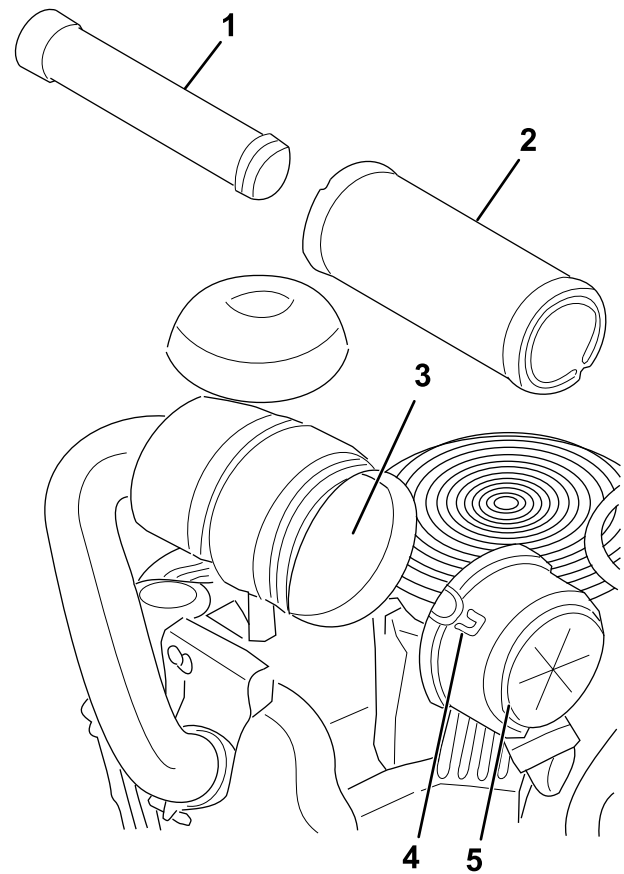

Figura 35
3. Abra los cierres del limpiador de aire y tire de la tapa de la entrada de aire para separarla del cuerpo del limpiador de aire (Figura 35).
5. Extraiga con cuidado el filtro primario de la carcasa del limpiador de aire (Figura 35).